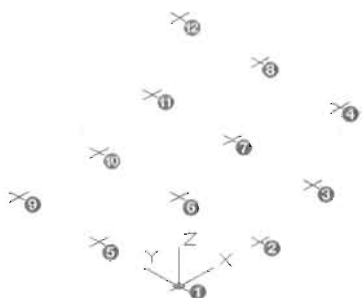

图 13-55
(1) 根据原始文件路径打开文件, 如图 13-55 所示, 这里创建了 12 个点。如果您打开文件后看不见点, 需要设置一下点的样式即可。